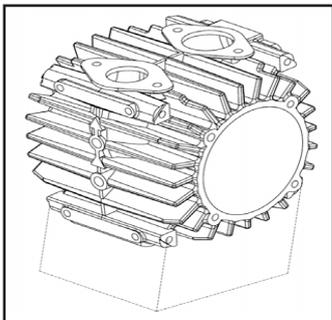

Figura 25
1. Collocare il corpo del compressore, con gli orifizi verso il basso, su un blocco a forma di V o un supporto appropriato, come illustrato nella figura 25. Far attenzione ad evitare qualsiasi tipo di contaminazione durante il montaggio. Tutte le superfici interne del corpo, del rotore, delle palette e delle testate DEVONO essere pulite da qualsiasi residuo o grasso.